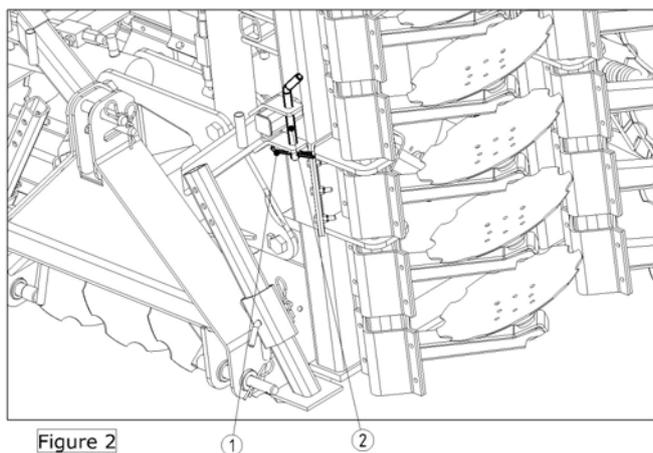
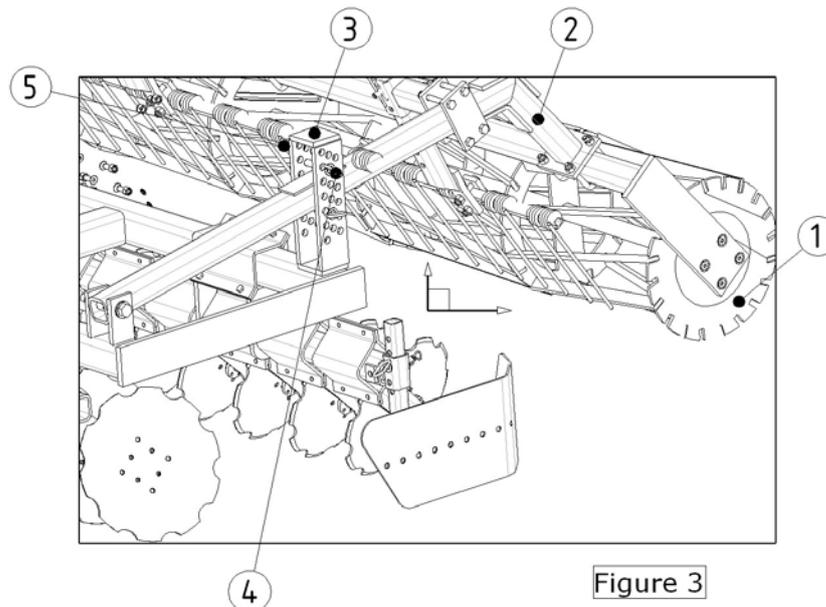
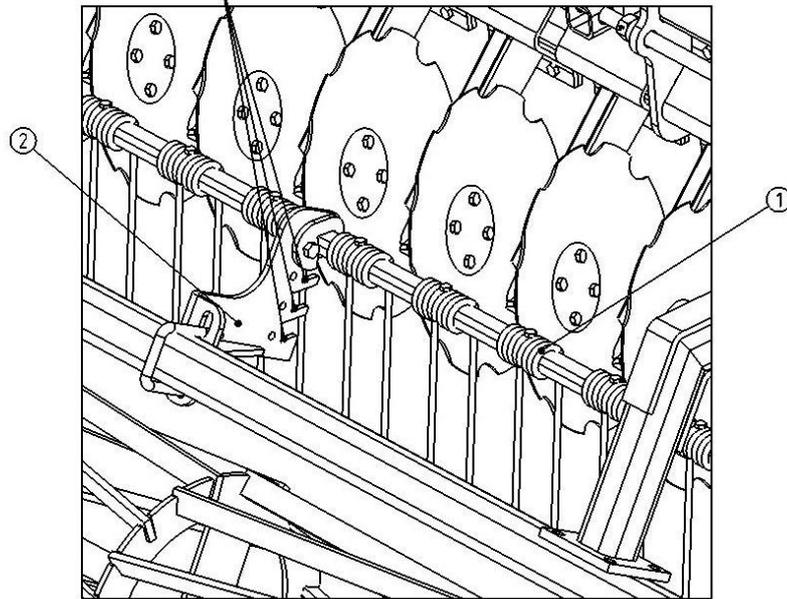

Figure 2
Figure 3
Figure 4
смонтировать стойки (рис.2) на раму (рис.1).
смонтировать задние катки (рис.3) на стойки (рис.2).
смонтировать опоры (рис.4) на стойки (рис.2).
смонтировать гребенчатые боронки (рис.5) на опоры (рис. 4).
Снять 2 штифта (обозн. 1 рис. 2).
Снять 2 предохранительных штыря (обозн. 2 рис. 2).
Поставьте 2 предохранительных штыря (обозн. 2 рис.2).
Поставьте 2 штифта (обозн.1 рис.2).
Задний каток (обозн.1) регулируется при помощи секторов с просверленными отверстиями (рис. 3). 1 штырь (№ 4) ставят выше стойки (обозн.2) и 1 штырь (№ 4) ниже стойки (обозн.2) (не забудьте поставить штифты обозн. 5).
8.4. РЕГУЛИРОВКА ГРЕБЕНЧАТОЙ БОРОНЫ (рисунок 4)